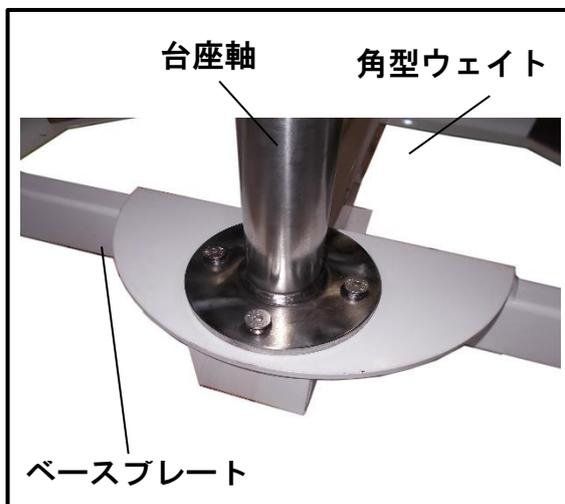

図.1
- ① 設置する場所が水平であることを確認してください。
- ② 角型ウェイトをベースプレート (B) の上に置きます。(左右各2枚)
- ③ ベースプレート (B) の上に台座軸 (C) を置きます。(図.1)
- ④ ワッシャー(b)を通したキャップネジ (a) をベースプレートのネジ穴に合わせて 8mm六角棒レンチ(c)で左図のように締めます。